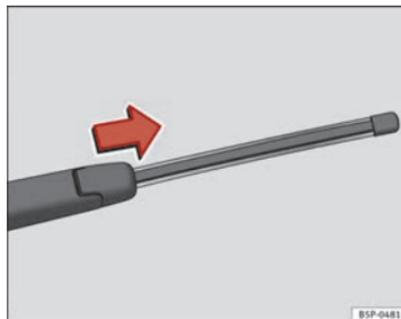

Fig. 142 Retirar a escova do limpa-vidros traseiro
- Afaste o braço do limpa-vidros do vidro traseiro ⇒ Fig. 142.
- Deslizar o adaptador da escova na direcção da seta e retirar a escova ⇒ Fig. 142.